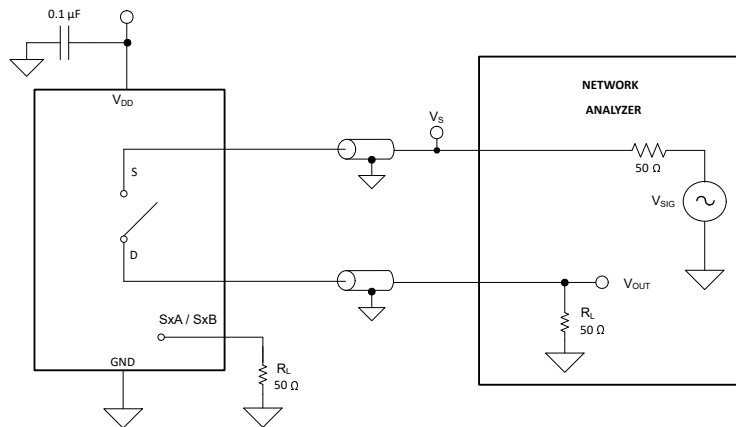

図 6-7. オフ絶縁測定時の設定
オフ絶縁は、オフチャネルのソース ピン (Sx) に信号が印加された場合に、そのデバイスのドレイン ピン (D) に現れる信号の比率として定義されます。図 6-7 に、オフ絶縁の測定を行う際の設定と、オフ絶縁の計算に使用する式を示します。